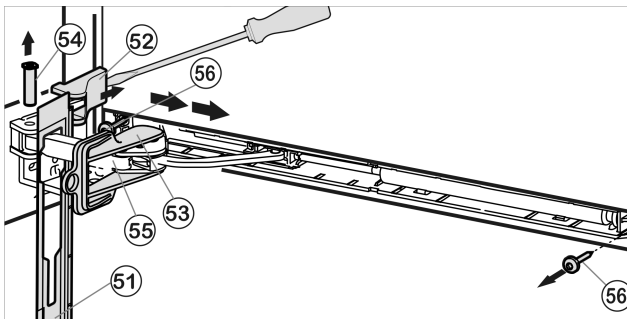

Fig. 16
- Pousser le panneau au-dessus de l'étrier de l'amortisseur Fig. 16 (55) vers l'avant, en direction de l'appareil.
- Encliqueter le dispositif d'arrêt Fig. 16 (53) dans le trou oblong.
- Soulever le cache Fig. 16 (52) par le côté extérieur à l'aide du tournevis et l'enlever vers l'extérieur.
- Chasser le pivot Fig. 16 (54) par le bas.
- Pousser l'étrier de l'amortisseur Fig. 16 (55) direction porte.
- Ôter le panneau Fig. 16 (51).
- Dévisser l'ensemble de l'unité de l'amortisseur de fermeture (2 vis Torx 15) Fig. 16 (56).